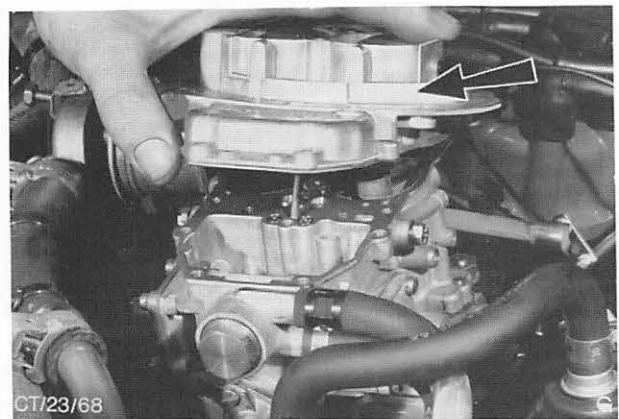

Abb. 79 Vergaserdeckel abheben
6. Schrauben (7) im Vergaserdeckel entfernen, **Drosselklappenhebel in Vollgasstellung bringen** und Vergaserdeckel abheben. Dabei die untere Verbindungsstange der Startautomatik vom Drosselklappenhebel aushängen. Abb. 79.